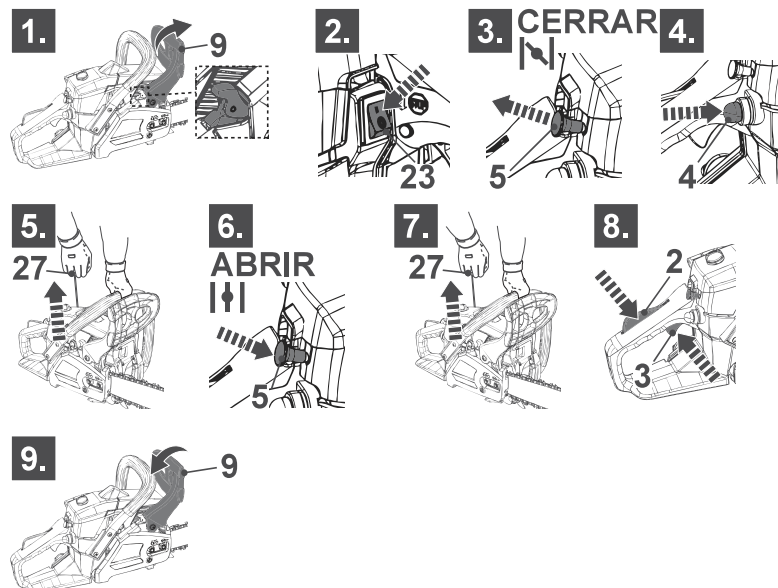

Fig. 25
1. Empuje el protector de manos delantero (9) hacia delante para activar el freno de cadena (Fig. 25, paso 1). La cadena (10) estará bloqueada.
2. Coloque el interruptor de encendido (23) en la posición "1" (encendido) (Fig. 25, paso 2).
4. Pulse el cebador (4) 6 veces hasta que la burbuja esté llena de combustible (Fig. 25, paso 4).
5. Sujete el producto firmemente en el suelo con la mano izquierda en la empuñadura delantera (8). El pulgar y los dedos deben rodear la empuñadura.
7. Tire de la empuñadura de la cuerda de arranque (26) lentamente con su mano derecha hasta que note una resistencia definida y, a continuación, dé un tirón fuerte. Repita el proceso 4 veces hasta que oiga un sonido de detonación (Fig. 25, paso 5). El motor no arrancará de momento.
8. Presione la palanca del estrangulador (5) para insertarla por completo (Fig. 25, paso 6). La palanca del estrangulador está ahora en la posición ABIERTA y el acelerador permanece en la posición de ralentí alto.
9. Tire de la empuñadura de la cuerda de arranque (26) de nuevo hasta que el motor arranque.
10. Presione el bloqueo del acelerador (2) y el gatillo del acelerador (3) para desactivar el ralentí alto (Fig. 25, paso 8). El motor funciona a ralentí normal.
12. Una vez que el motor esté funcionando con normalidad, tire con cuidado del protector de manos delantero (9) hacia atrás, hacia la empuñadura delantera (8), para desactivar el freno de cadena (Fig. 25, paso 9).
13. Sostenga el producto con la mano izquierda en la empuñadura delantera (8) y la mano derecha en la empuñadura trasera (1).
14. Presione el bloqueo del acelerador (2) y, a continuación, apriete el gatillo del acelerador (3) para acelerar el motor. La cadena se pondrá en marcha.
1. Empuje el protector de manos delantero (9) hacia delante para activar el freno de cadena (Fig. 25, paso 1). La cadena estará bloqueada.
3. Tire de la palanca del estrangulador (5) para sacarla por completo. La palanca del estrangulador (5) se encontrará en la posición CERRADA (Fig. 25, paso 3).
7. Tire de la empuñadura de la cuerda de arranque (27) ligeramente hasta que note resistencia y, a continuación, tire de ella bruscamente (Fig. 25, paso 7). Hágalo de nuevo hasta que el motor arranque.
8. Presione el bloqueo del acelerador (2) y el gatillo del acelerador (3) para desactivar el ralentí alto (Fig. 25, paso 8). El motor funciona a ralentí normal.
9. Una vez que el motor esté funcionando con normalidad, tire con cuidado del protector de manos delantero (9) hacia atrás, hacia la empuñadura delantera (8), para desactivar el freno de cadena (Fig. 25, paso 9).
10. Sostenga el producto con la mano izquierda en la empuñadura delantera (8) y la mano derecha en la empuñadura trasera (1).
11. Presione el bloqueo del acelerador (2) y, a continuación, apriete el gatillo del acelerador (3) para acelerar el motor. La cadena se pondrá en marcha.